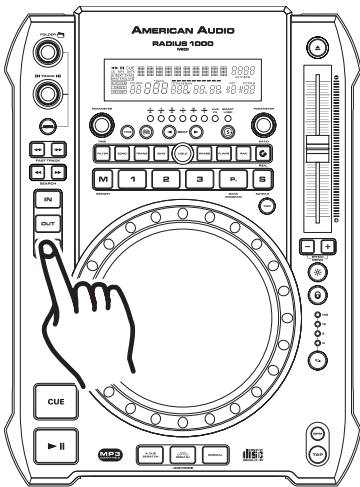

Figura 21
Tenga en cuenta lo siguiente: Únicamente puede editarse el punto de finalización del rulo. El rulo puede acortarse o prolongarse. Antes de editar un rulo continuo primero debe crearse uno. Si todavía no lo hizo, siga las instrucciones del paso 10 para crearlo. Si ya existe un rulo continuo, presione el **BOTÓN RELOOP (15)** para activarlo (Figura 21), si es que aún no lo está. Para editar el punto de culminación de rulo: